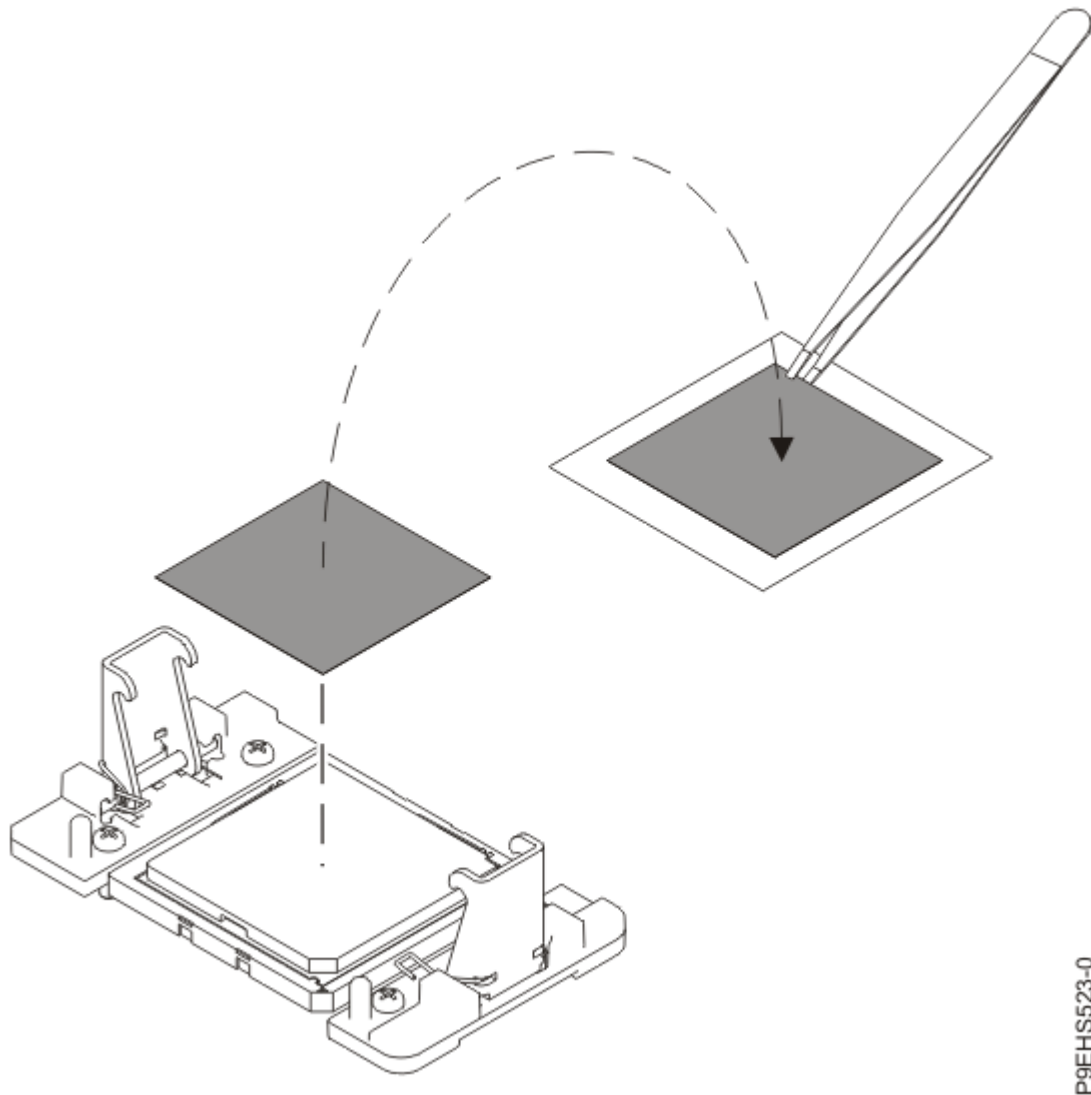

Figura 114. Extracción del TIM del módulo del procesador del sistema
9. Con unas pinzas, extraiga con cuidado el TIM de la parte superior del módulo del procesador del sistema y póngalo en una superficie limpia y seca, tal como se muestra en la Figura 114 en la página 131.